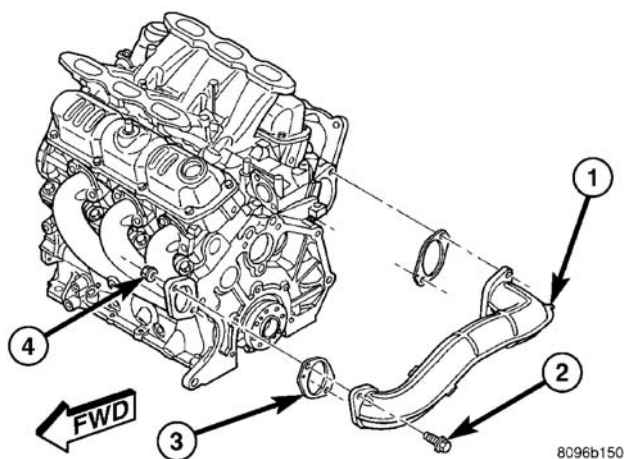

图 135 交叉管
(1) 断开蓄电池负极电缆。
(2) 卸下装接交叉管至排气歧管的螺栓（图 135）。
(2) 用一个新的垫片，装接交叉管至排气歧管和紧固螺栓至 41N.m(30ft.lbs.)(图 135)。